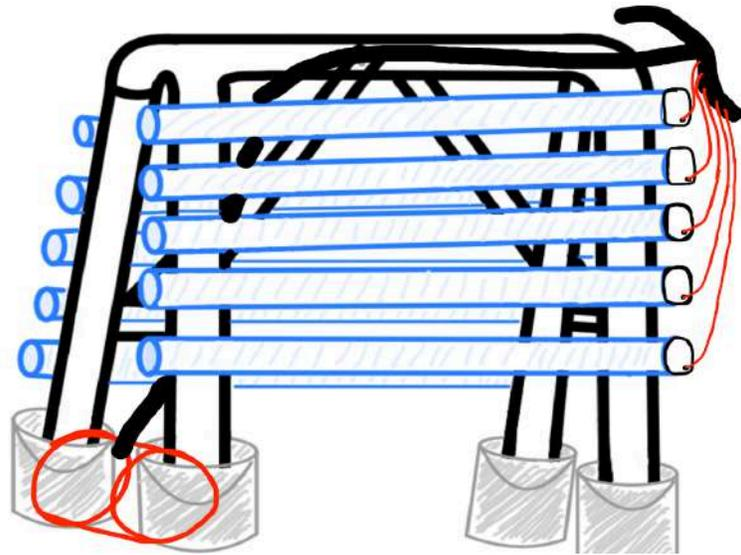

Figura 24: Croquis de los tubos de espaguete unidos a sus correspondientes comederos. La imagen no está a escala.
- Conecte los tramos adecuados de tubo de espaguete de $\frac{1}{4}$ " a cada orificio de los tubos de $\frac{1}{2}$ ". Coloque el extremo opuesto de cada tubo de espaguete de $\frac{1}{4}$ " en el orificio correspondiente de las tapas del canal de PVC (consulte Figura 24).